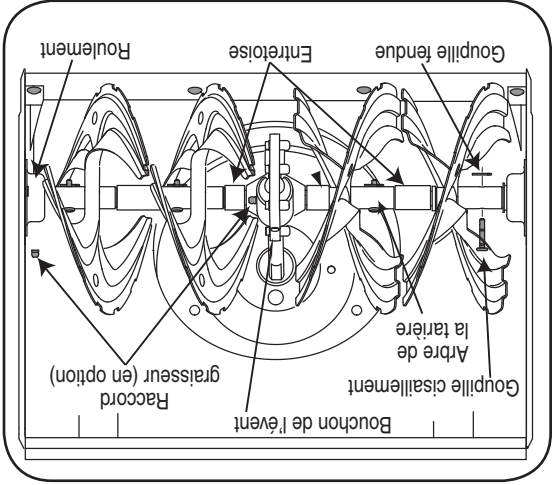

Figure 6-2
Enlevez les goupilles de cisaillement sur l'arbre de la tarière, au moins une fois par saison. Vaporisez un lubrifiant à l'intérieur de l'arbre et autour des entroises. Lubrifiez aussi les roulements à bride trouvés à chaque extrémité de l'arbre de la tarière. Voir la Figure 6-2.
- Les goupilles de cisaillement et goupilles fendues maintiennent les tarières sur l'arbre de la tarière. Les goupilles sont sensées se cisailier si la souffeuse heurte un objet ou un bloc de glace. Voir la Figure 6-2.